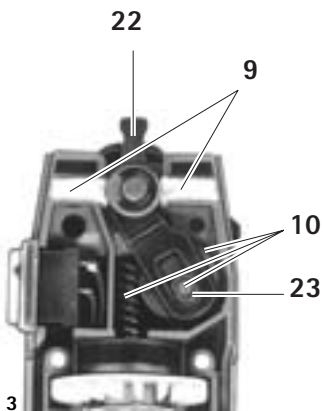

Abb. 3
- Wenn die Maschine zum Kohlenwechsel offen ist, sind die Bohrung am Exzenter und die beiden Filzstücke **9**, (Abb. 3), etwas zu ölen. Bitte verwenden Sie nur Öl mit der Bestell-Nr. GT 604. Schnecke, Schneckenrad und Exzenter **10** (Abb. 3), sind etwas zu fetten. Bitte nur Getriebefett GT 605 verwenden.